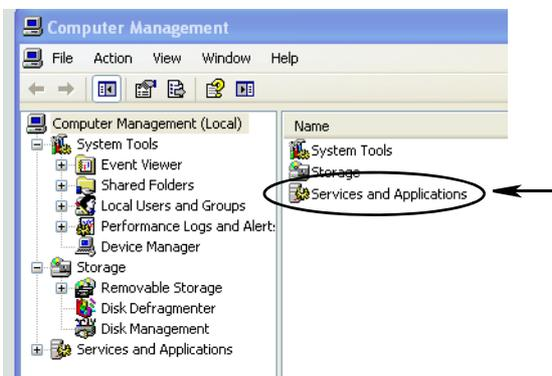

ABB. 54
- b. Doppelklicken Sie auf „Dienste und Anwendungen“ (ABB. 54).